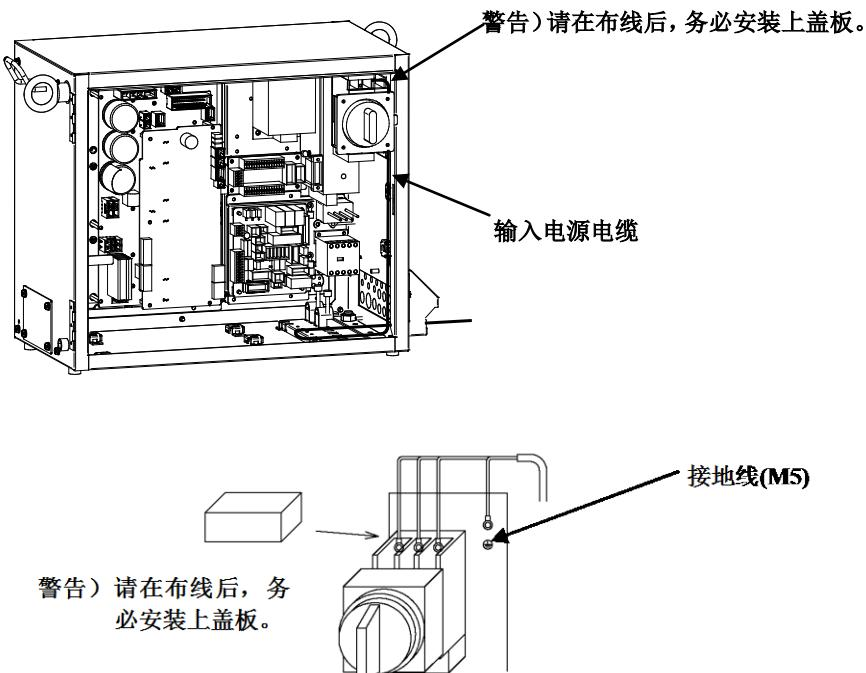

图 3.3.3.1 (a) 输入电源电缆的连接
- (1) 图 3.3.3.1 (a) 中示出输入电源电缆的连接方法。
- (2) 输入电源电缆, 请按照下表选择线材和端子。但是, AC 电源线和接地线的导体尺寸需要与上位的断路器或者保险丝的容量对应起来。
- (3) 请勿在接地线上放置开关和断路器。